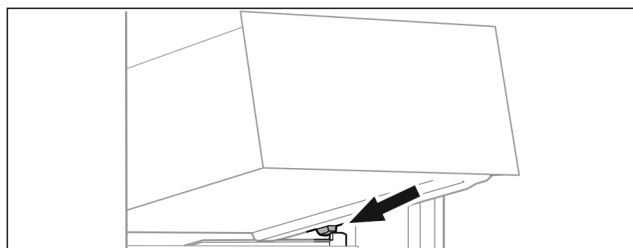

Fig. 135
- Applicare il cassetto inclinandolo dietro i fermi sulla nervatura del contenitore. (vedere Fig. 135)